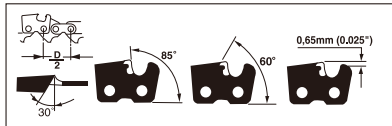
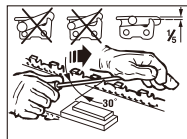

Fig. 21
Fig. 22
**KJEDESKJERPING** – Hellingen på kjeden (Fig. 21) er  $3/8''$  LoPro x .050". Slip kjeden med vernehansker og en rundfil på  $\varnothing 5/32''$  (4 mm).
Alltid slip bare kutterne med filing utover (Fig. 22) mens du følger verdiene som er gitt i Fig. 21.